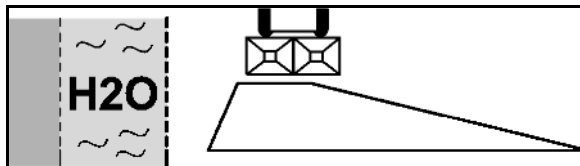

Рис. 39
3. Распределение по краям (Рис. 39):